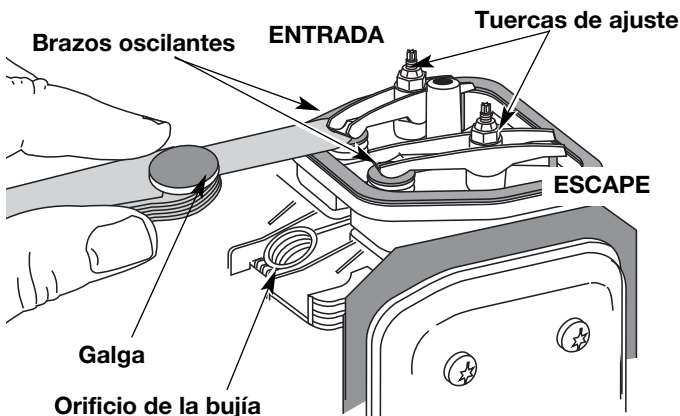

Fig. 32
- El pistón se encuentre en la parte superior de su recorrido. Mire el agujero de la bujía para ver el pistón (Fig. 32).
El huelgo recomendado para las válvulas de entrada y de escape es 0,076 – 0,152 mm (0,003 – 0,006 pulgadas). Use un calibrador regular de automóvil de 0,127 mm (0,005 pulgadas). El calibrador debe deslizarse entre el balancín y el vástago de la válvula con una ligera cantidad de resistencia, sin doblarse (Fig. 32 y 33).
- a. Gire la tuerca de ajuste con una llave de 8 mm (5/16 pulgadas) o una guía de tuercas (Fig. 32).